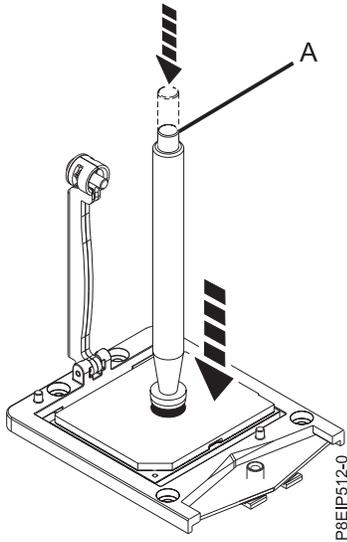

Figura 82. Abaixando a ferramenta de remoção no módulo de processador do sistema
3. Abaixar a ferramenta de pinça a vácuo no módulo de processador do sistema a ser instalado. Pressione totalmente a parte superior da pinça (**A**) e segure-a no centro do módulo de processador conforme mostrado na Figura 82 na página 69. Libere a parte superior da pinça para prendê-la ao módulo de processador.